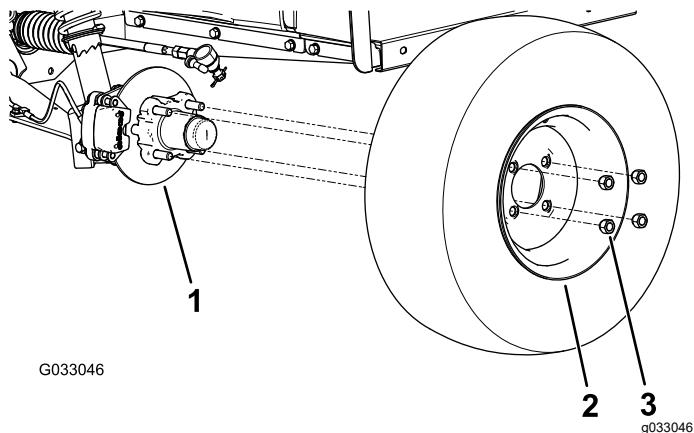

Figura 30
2. Retire las 4 tuercas que sujetan la rueda al cubo (Figura 30).
- 4. Alinee los taladros de la rueda con los espárragos del cubo y monte la rueda en el cubo con la válvula hacia fuera (Figura 30).
- 5. Sujete la rueda al cubo usando las tuercas de rueda (Figura 30).